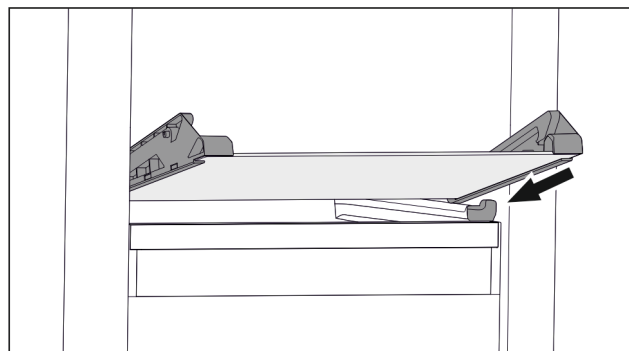

Fig. 75 Glasplatte des abklippbaren Schubfachs
- Glasplatte schräg hinter den Stopper aufsetzen. (siehe Fig. 75)